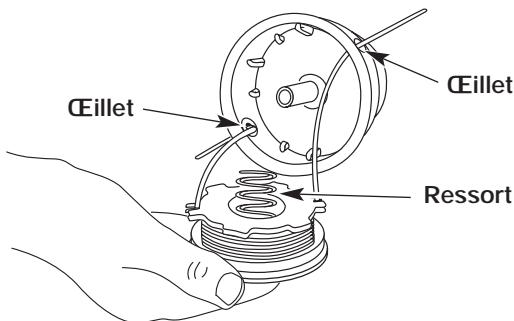

Figure 20
13. Insérez les extrémités du fil dans les œillets de la bobine extérieure et placez le moulinet et le ressort dans la bobine (Fig. 20). Enfoncez le moulinet et la bobine ensemble. Tout en tenant le moulinet et la bobine, saisissez les extrémités et tirez fermement pour dégager le fil des fentes de retenue de la bobine.
5. Insérez les extrémités du fil dans les œillets de la bobine extérieure (Fig. 20).